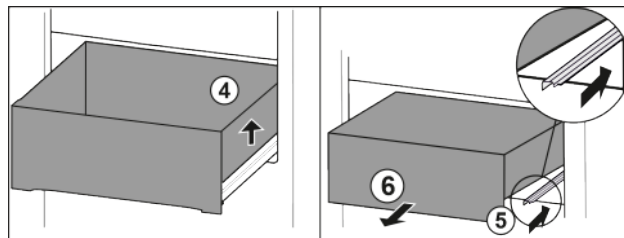

Fig. 13
- Приподнимите выдвижной ящик справа. Fig. 13 (4)
- Вставьте правую направляющую. Fig. 13 (5)
- Извлеките выдвижной ящик движением вперед. Fig. 13 (6)